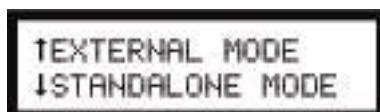

Figure II.21
Le viscosimètre DVII+Pro peut être utilisé en combinaison avec le logiciel Rheocalc32 (version 2.0 ou supérieure). Par l'intermédiaire du logiciel Rheocalc32, toutes les fonctions du viscosimètre sont contrôlées par l'ordinateur. Le DVII+Pro doit être configuré en mode de contrôle externe pour permettre une communication correcte avec le logiciel Rheocalc32. Pour le configurer en mode de contrôle externe, relier le câble DVP-80 au port série du DVII+Pro avant de mettre en marche le viscosimètre. Une fois le câble DVP-80 mis en place lorsque l'appareil est mis en route, il affiche l'écran montré en figure II.21.
**Remarque :** Le DVII+Pro ne peut pas communiquer avec le logiciel DVLoader en mode de contrôle externe. Il faut choisir le mode "Stand Alone" comme le présente la figure II.21 si DVLoader doit être utilisé.